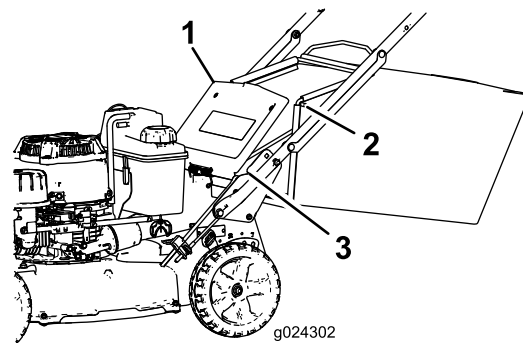

图20
2. 升起并向上托住后门 图20。
4. 将集草袋杆端装入手柄底座上的槽口前后晃动集草袋确保集草袋杆端深入两个槽口的底部 图20。
3. 从手柄底座上的槽口卸下集草袋的袋杆 图20。